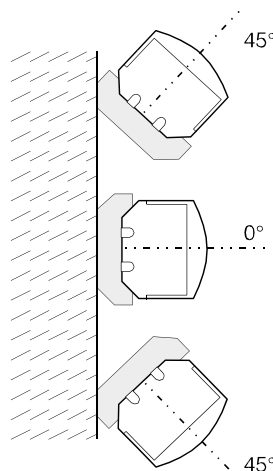

Abbildung 5.2
6.5.4 Wandmontage, 45° horizontal nach links oder rechts (Abb. 5.2)